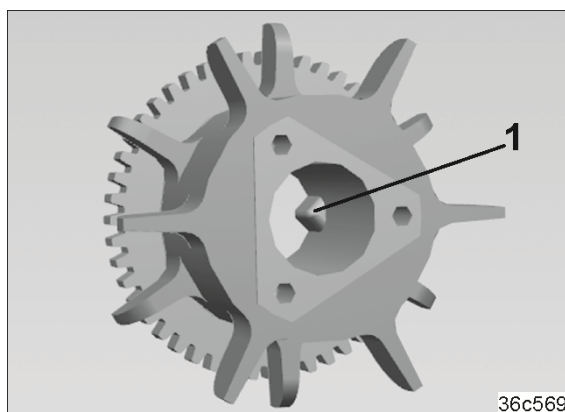

Fig. 253
9. Fjern trekantmedbringerne (Fig. 253/1) på bønnesaahjulene, som senere skal deaktiveres til anlæggelse af køresporene.
Trekantmedbringerne (Fig. 253/1) på de andre bønnesaahjul griber ind i udsparringen på saakslen.